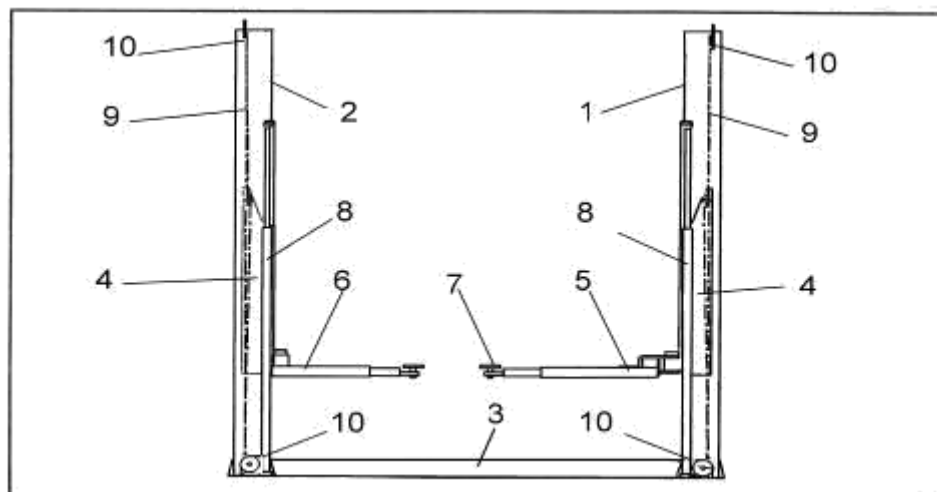

Рис. 4
Неподвижные части (Рис.4) включают в себя:
Подвижные механизмы (Рис.4) состоят из:
1.3 Подъемные механизмы (Рис. 4).